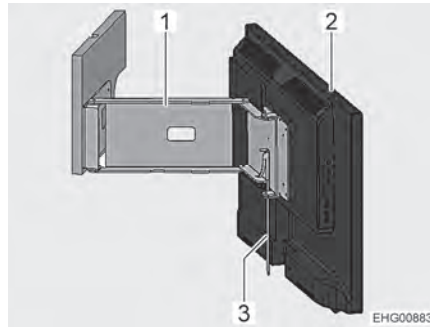

Bild 70 Flachbildschirm am Gelenkarm
- Den Hebel (Bild 70,3) umlegen. Der Gelenkarm (Bild 70,1) ist entriegelt.
- Flachbildschirm (Bild 70,2) in die gewünschte Position schwenken.